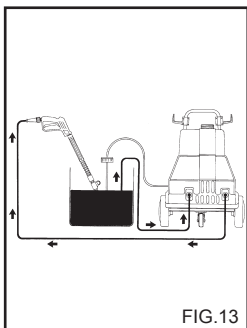

FIG.13
**OPERATIONS FOR USING ANTIFREEZE (fig. 13)**